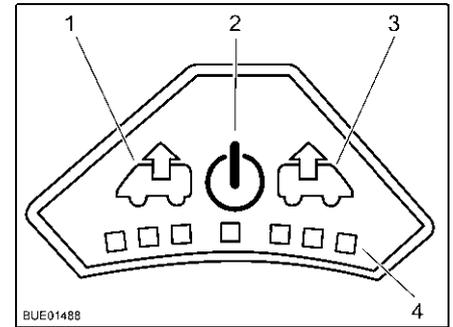

Fig. 71 Cuadro de mando del ventilador
**Conectar:** ■ Pulsar la tecla On/Off (Fig. 71,2). El ventilador funciona en el modo confort (extracción con la velocidad más baja del ventilador).
**Extracción de aire:** ■ Para aumentar la velocidad del ventilador: Pulsar la tecla de extracción (Fig. 71,1). La velocidad del ventilador aumenta un nivel en el sentido de extracción de aire. Los LEDs (Fig. 71,4) muestran los niveles de ajuste.
■ Para disminuir la velocidad del ventilador: Pulsar la tecla de ventilación (Fig. 71,3). La velocidad del ventilador disminuye un nivel.
- Para aumentar la velocidad del ventilador: Pulsar la tecla de ventilación (Fig. 71,3). La velocidad del ventilador aumenta un nivel en el sentido de ventilación. Los LEDs (Fig. 71,4) muestran los niveles de ajuste.
- Para disminuir la velocidad del ventilador: Pulsar la tecla de extracción (Fig. 71,1). La velocidad del ventilador disminuye un nivel.
- Pulsar la tecla On/Off (Fig. 71,2). El ventilador se detiene, los LEDs se apagan.